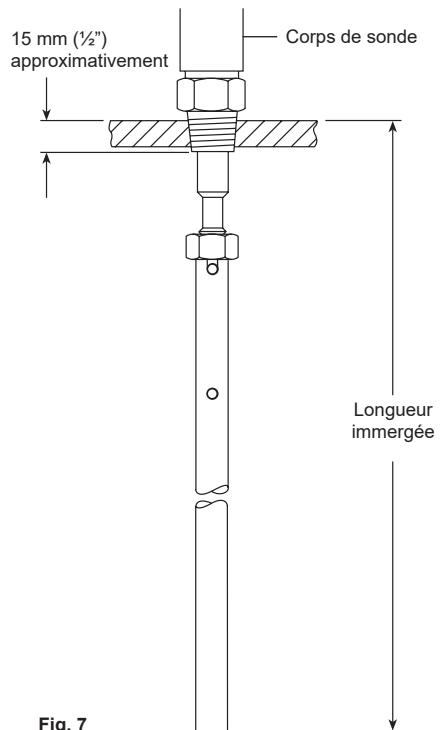

Fig. 7
- Visser la tige de sonde sur la sonde jusqu'à ce que l'orifice de la sonde vienne en face de celui de la tige de sonde (voir Fig. 7).
- Utiliser une fine scie à métaux pour couper la tige à la longueur désirée (voir Fig. 7).